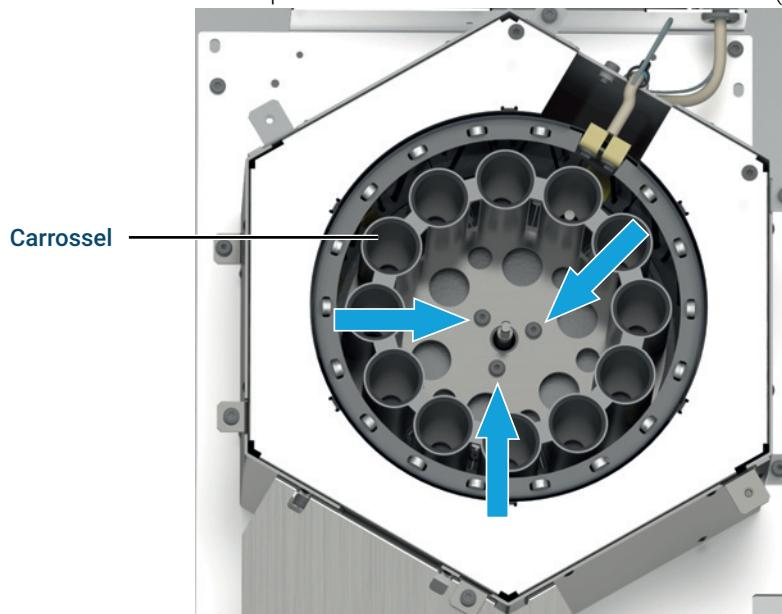

Figura 15. Remover o carrossel
- b Remova os três parafusos Torx T-20 do centro do carrossel (Figura 15).